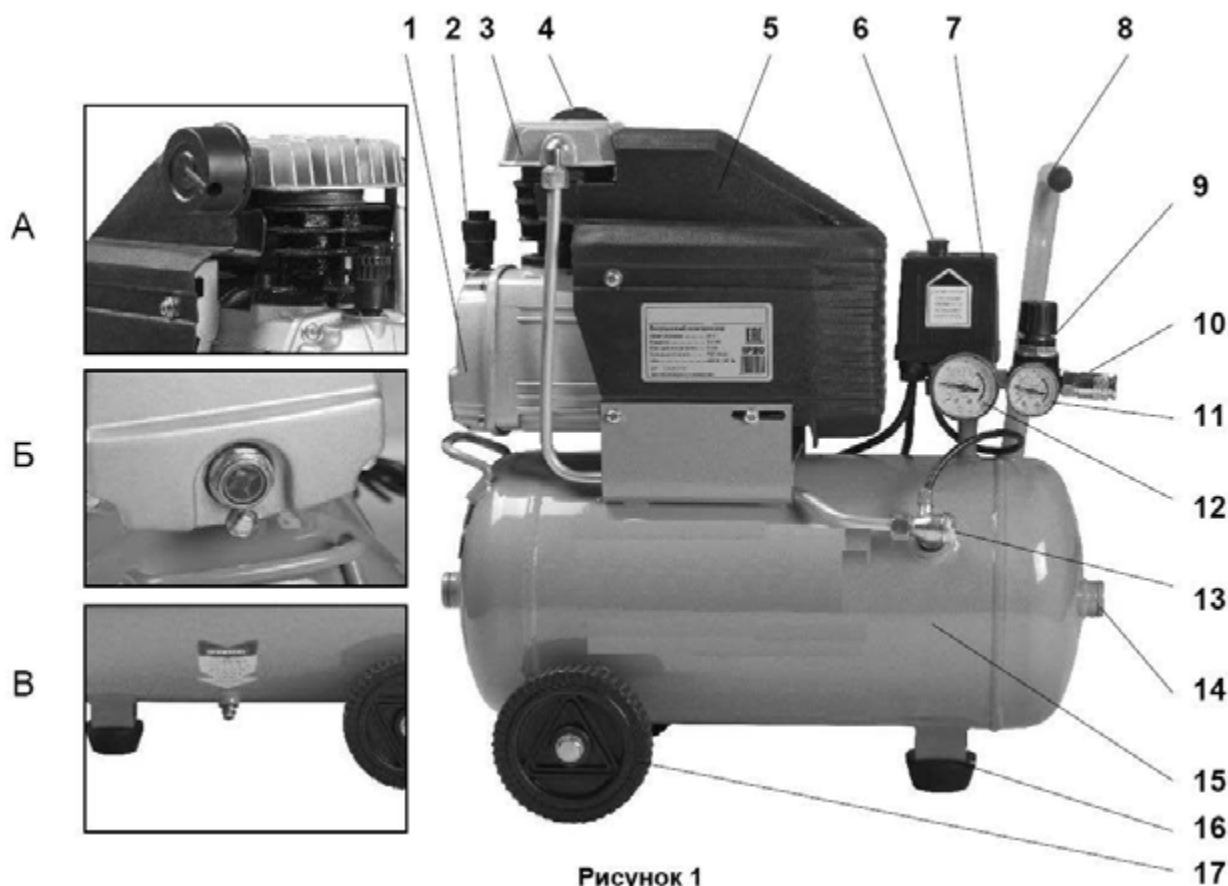

Рисунок 1
Проверьте уровень масла. Он должен быть на уровне "красной точки" контрольного глазка (см. рисунок 1 Б) или чуть выше него. При необходимости долейте масла, отвинтив сапун 2 (см. рисунок 1) на крышке картера. Помните, что после первых 30 часов работы следует полностью заменить масло одним из типов, в указанных в таблице (п. 5.4).
Убедитесь, что на компрессоре установлено защитное ограждение 5, и переключатель 6 находится в выключенном положении (см. рис.1).
После завершения вышеперечисленных операций компрессор готов к эксплуатации. Проверьте, чтобы переключатель 6 (см. рисунок 1) находился в положении «OFF».
При первом запуске компрессора, оставьте его поработать на время приблизительно 5 минут с полностью открытыми кранами выпуска воздуха. По истечении этого времени, закройте кран и проверьте, чтобы компрессор нагнетал воздух в ресивер 15 (рисунок 1) и останавливался автоматически по достижении максимального давления, указанного на компрессоре, а также на индикаторе манометра.
После первых 5 часов работы компрессора проверьте и при необходимости подтяните винты головок цилиндров компрессорной группы 3 (см. рис. 1). В результате теплового расширения металла цилиндров компрессора затяжка винтов может быть ослаблена. Для предотвращения срыва витков резьбы в цилиндрах компрессора, при затягивании винтов не прилагайте чрезмерного усилия.
ВНИМАНИЕ! Реле давления (прессостат) 7 (рис. 1) отрегулировано изготовителем, и не должно подвергаться регулировкам со стороны пользователя.
При помощи регулятора давления 9 (рисунок 1), установите требуемое значение: при повороте ручки по часовой стрелке давление увеличивается, при повороте против часовой стрелки – уменьшается.
Значение давления указано на манометр 11 (рисунок 1).
Для быстрого и полного слива масла из картера 1 (см. рисунок 1), смену масла проводите пока компрессор не остыл.
- Отвинтите сливную пробку (см. рисунок 1 Б) и слейте масло в емкость.
ПОМНИТЕ! Если в ресивере 15 сжатый воздух находится под большим давлением, то при открытии клапана (поз. 1В, см. рис.1) произойдет выброс конденсата со значительной силой;
Сливайте конденсат, для предотвращения коррозии. Справите давление из ресивера компрессора, убедитесь, что давление в ресивере не более 1-2 бар. Откройте против часовой стрелки дренажный кран (см. рисунок 1В), расположенный под ресивером. Для того, что бы конденсат вылился полностью, следует немного наклонить компрессор.